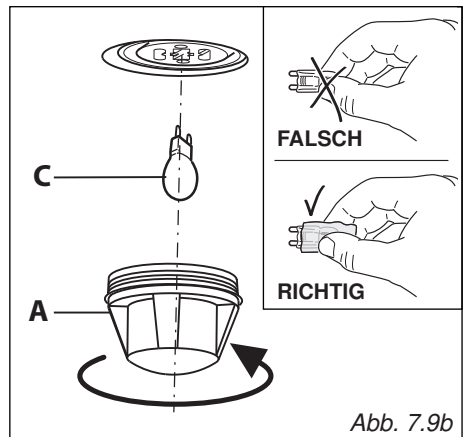

Abb. 7.9b
- Entfernen Sie die Schutzabdeckung "A" (Abb. 7.9b).